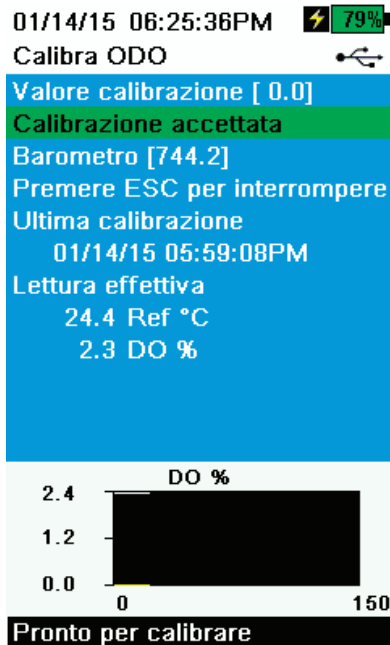

Figura 49 Calibra punto zero ODO
3. Osservare le letture delle misure effettive per la stabilità (la linea bianca sul grafico non mostra alcun cambiamento significativo per 40 secondi), quindi selezionare **Accetta calibrazione** (Figura 49). "Calibrazione riuscita!" sarà visualizzato nell'area dei messaggi.